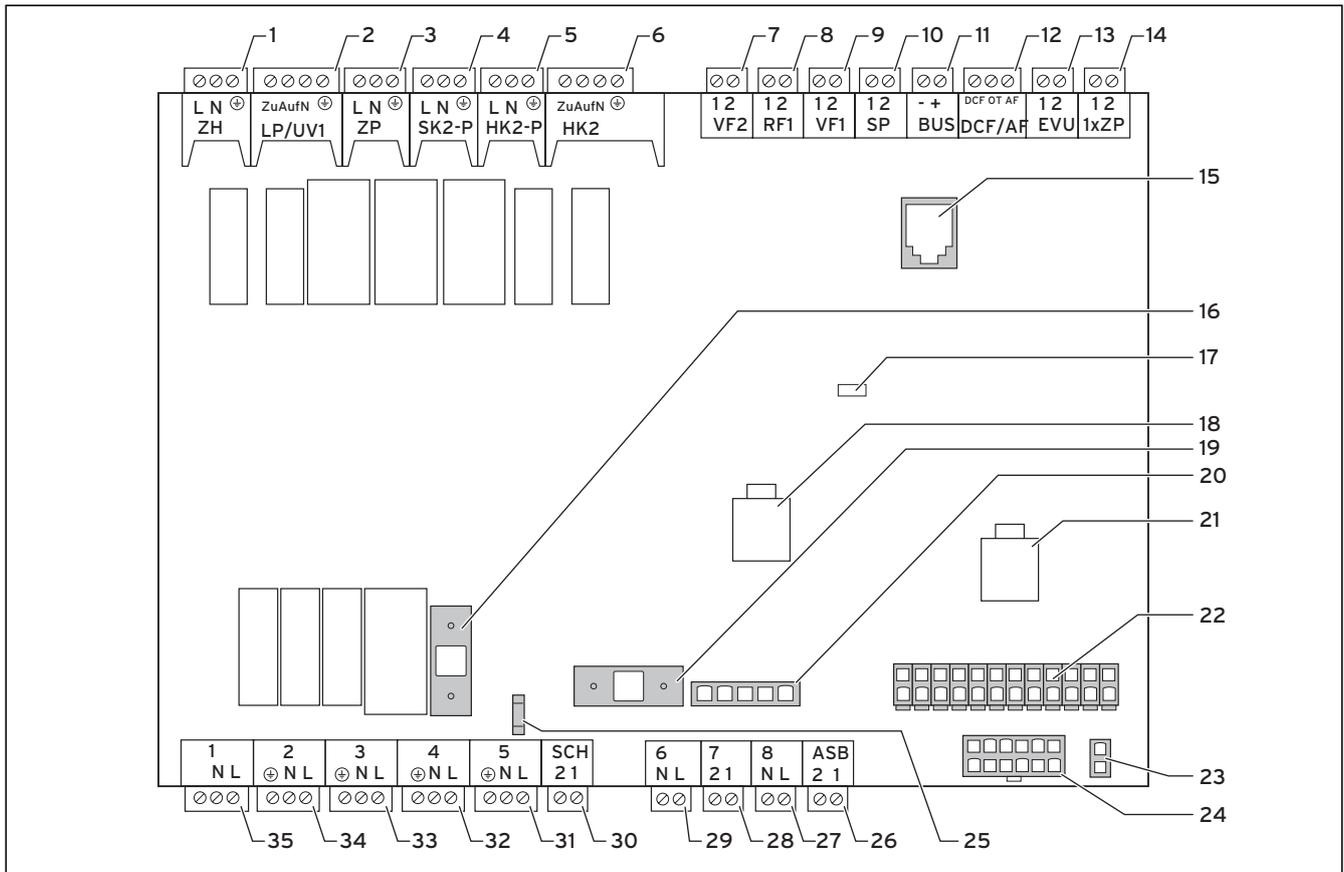

Abb. 7.9 Reglerplatine
- Schließen Sie die permanente Stromversorgung an die Netzeinspeisung Normaltarif an (2).
- Schließen Sie die Niedertarif-Stromversorgung an die Netzeinspeisung Niedertarif an (1).
- Schließen Sie den Kontakt des Rundsteuersignalempfängers an Klemme 13 „EVU“ (Energieversorgungsunternehmen) an (→ **Abb. 7.9**).
- Schließen Sie die permanente Stromversorgung an die Netzeinspeisung Regler an (2).
Legende zu Abb. 7.9
- Installieren Sie die Standardfühler VR 10 entsprechend den Anforderungen des Hydraulikschemas und schließen Sie sie an den jeweiligen Klemmen der Reglerplatine an (→ **Abb. 7.9**).
- Schließen Sie die externe Heizkreispumpe an Klemme HK2-P an (→ **Abb. 7.9, Pos. 5**).